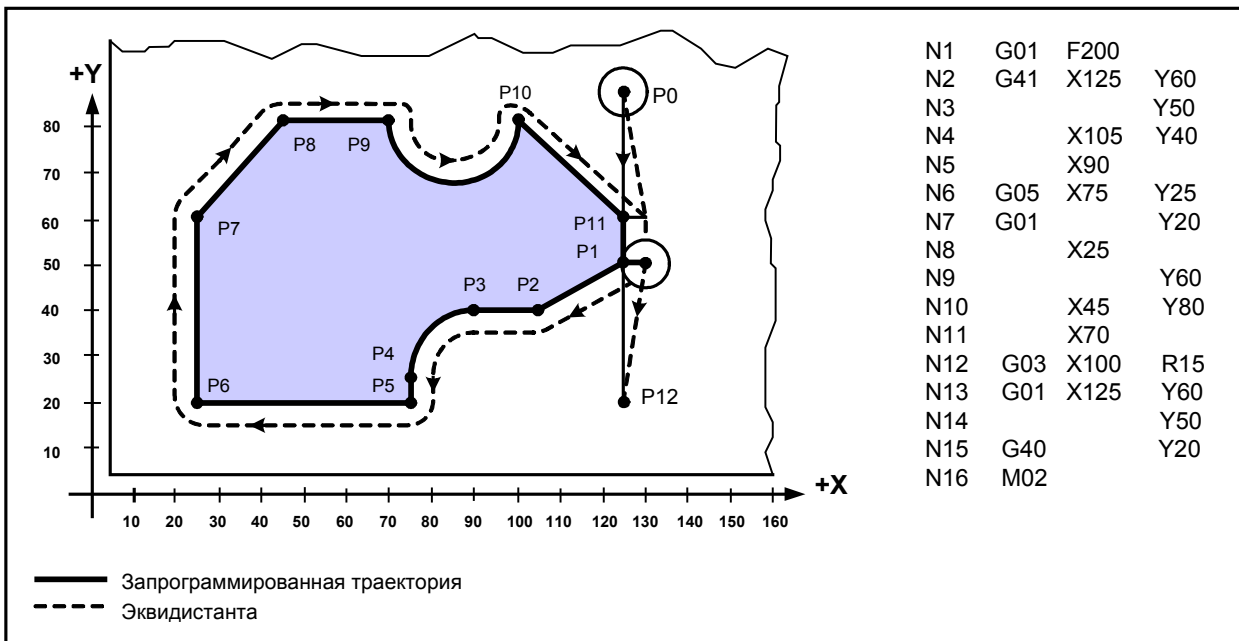
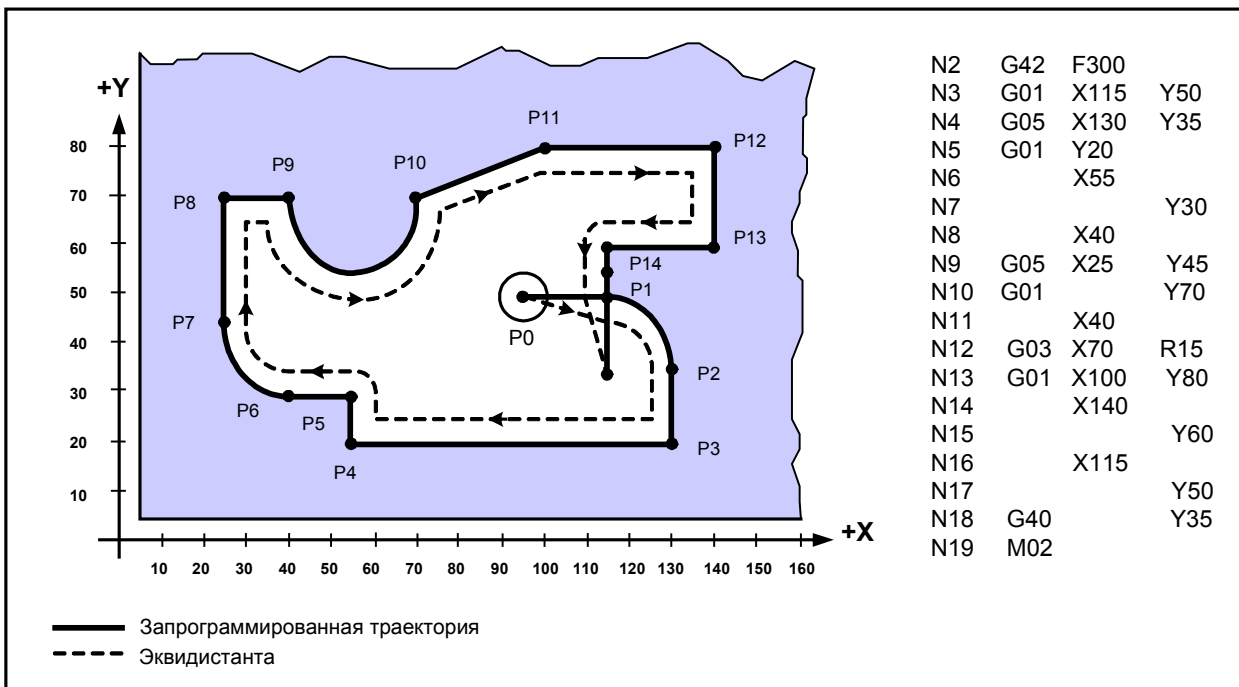

Рис.84.
Рис.85.
5. **Примеры.** Некоторые дополнительные примеры показаны: на рис. 84 (инструкция G41 для внешнего контура); на рис. 85 (инструкция G42 для внутреннего контура).